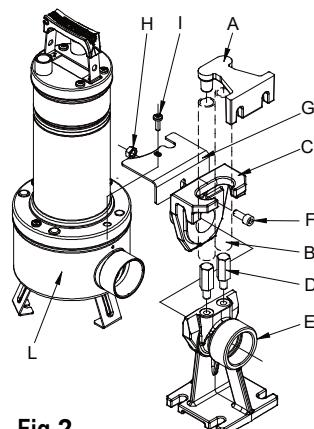

Fig.2
Pour les installations fixes nous conseillons l'utilisation d'un dispositif de levage DSD2 (disponible sur demande - Fig.2) pour faciliter les opérations de maintenance sur l'électropompe. Inséré entre la bride de refoulement de l'électropompe et le tuyau, il évite, dans les opérations de maintenance, de devoir démonter le tuyau de refoulement. Le dispositif DSD2 est constitué de 8 composants plus un, non fourni (tuyaux de 3/4"):
Le pied d'assise doit être positionné dans le fond de la cuve et fixé avec des vis tamponnées correctement dimensionnées. La bride de guidage du tuyau doit être positionnée sur la partie haute du puisard et insérée à l'extrémité des deux tuyaux de 3/4" (non fournis), qui servent de descente. Les deux tuyaux relient la bride au pied d'assise. Positionner la bride de base en contact avec le filtre de la pompe, à proximité de l'orifice de refoulement, en fixant avec deux vis prévues pour le blocage du couvercle du filtre. Enlever la vis supérieure de la bride côté refoulement (I). Assembler la patte antirotation (G). Remonter la vis (I). Extraire la coulisse du pied d'accouplement et la raccorder à l'orifice de refoulement de la pompe. En utilisant la vis F et l'écrou H, fixer la coulisse à la pompe comme l'indique la figure. Remettre en place l'ensemble coulisse/pompe sur le pied (Fig.2)